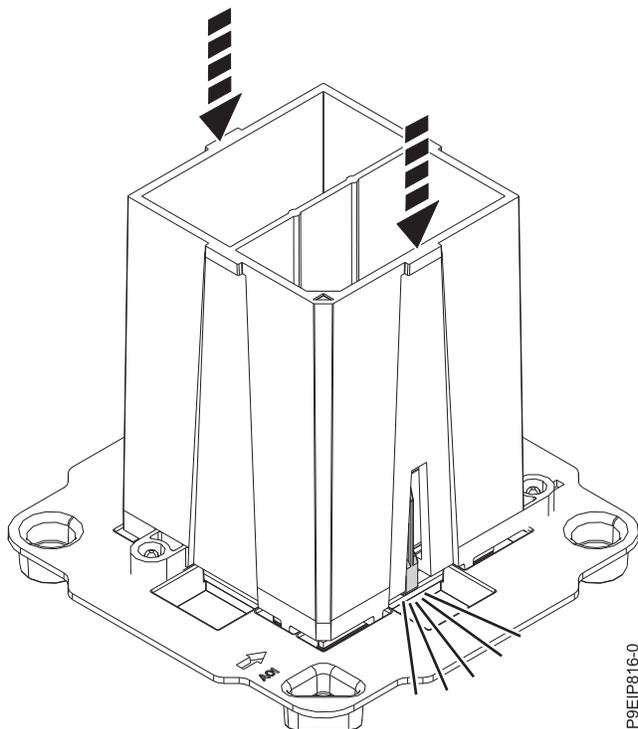

Figura 91. Bloqueo del módulo del procesador del sistema en la herramienta
4. Con la herramienta de extracción apoyada en la parte superior del módulo del procesador del sistema, empuje la herramienta para encajar el módulo del procesador del sistema en ella, tal como se muestra en la Figura 91 en la página 85.